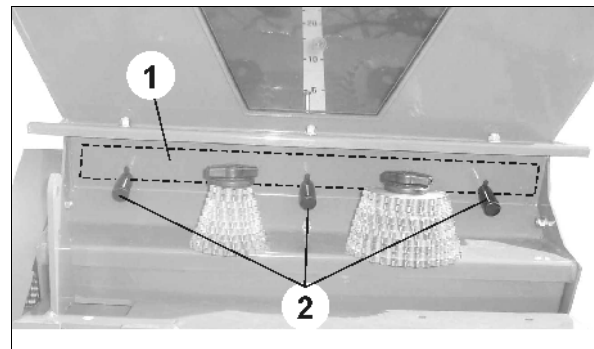

Fig. 35
- o der Entleerungsschieber (Fig. 35/1) geschlossen (Stellung unten) und die Schrauben (Fig. 35/2) angezogen sind.